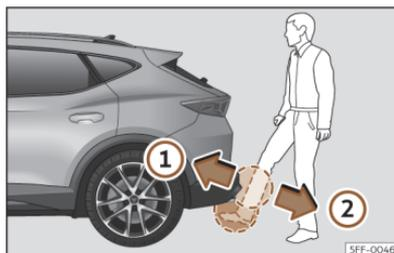

Fig. 78 Portón del maletero con apertura controlada por sensor (Easy Open).
- Con un movimiento rápido, acerque un pie y la parte inferior de la pierna lo más posible al paragolpes. La parte inferior de la pierna tiene que acercarse a la zona del sensor superior, y el pie, a la zona del sensor inferior >>> fig. 78 ①.
- Retire rápidamente el pie y la parte inferior de la pierna de las zonas de los sensores >>> fig. 78 ②. El portón trasero se abre automáticamente.